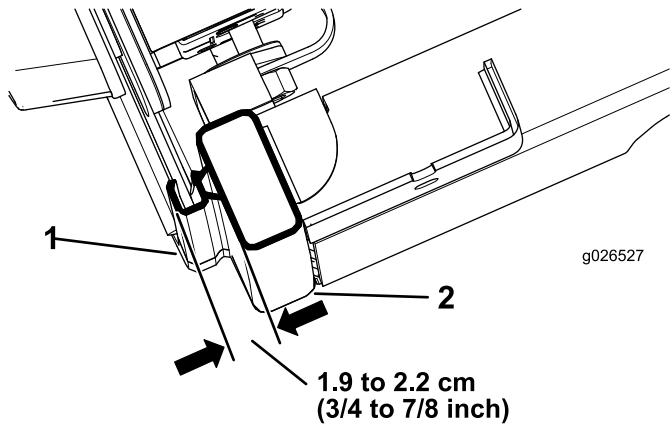

Bild 9
3. Schließen Sie die Tür vollständig und messen Sie die Höhe der Blasendichtung zur Dichtungsoberfläche der Kabinenschiene und stellen Sie sicher, dass die Werte 1,9 cm bis 2,2 cm betragen, wie in Bild 9 abgebildet.